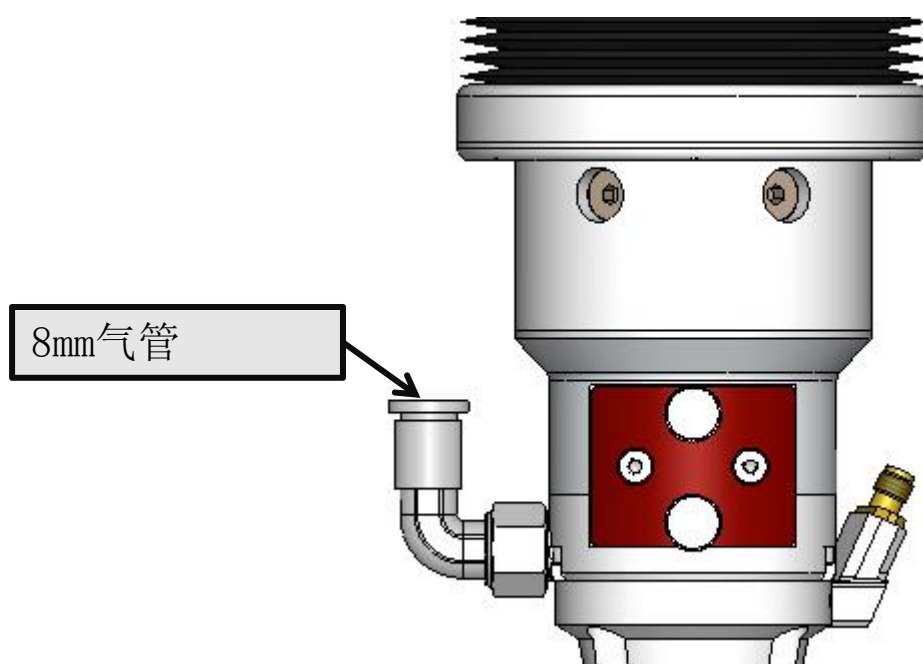

图1.7
- ① 输入口接8mm气管，如下图1.7所示，用于对接切割气体，输入压力 $<2.5\text{Mpa}$ 。